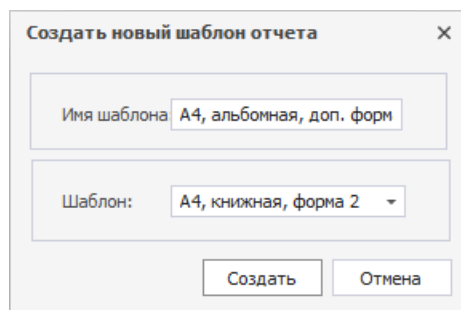

Рис. 67 Ввод имени нового шаблона
3. В поле «Имя шаблона» введите наименование нового шаблона листа ответа, Рис. 67.